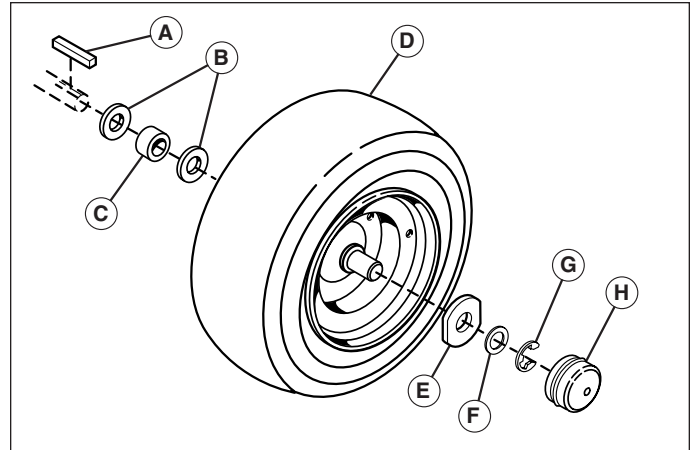

Abb. 23. Befestigungsteile der hinteren Achse
5. Bauteile in umgekehrter Reihenfolge wieder zusammenbauen und das Gerät absenken. Achten Sie darauf, dass sich die Feder (A, Abb. 23) in der Achsnut befindet.